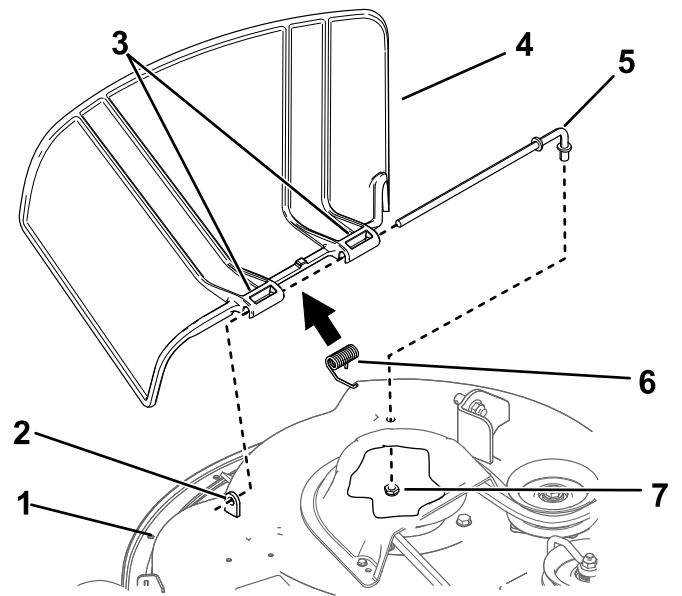

Figura 67
1. Retire la tuerca ($\frac{3}{8}$ ") de la varilla (debajo del cortacésped) (Figura 67).
2. Retire la varilla del espaciador corto, del muelle y del deflector de hierba (Figura 67).
4. Instale el deflector de hierba nuevo (Figura 67).
7. Deslice la varilla por el segundo pivote del deflector de hierba (Figura 67).
9. Sujete el extremo trasero de la varilla al cortacésped con una tuerca ($\frac{3}{8}$ "), según se muestra en Figura 67.